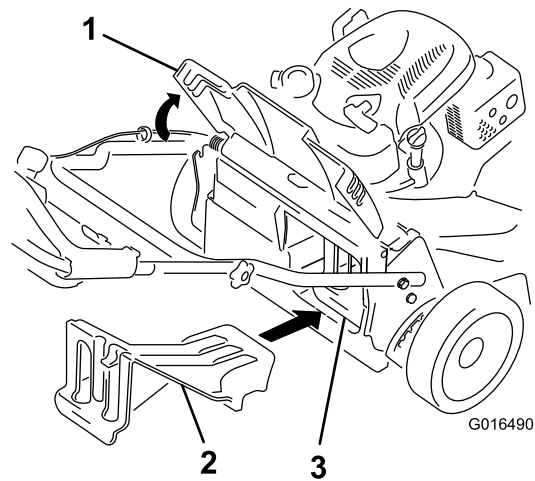

Figura 25
- Se o tampão de descarga traseira não estiver instalado, agarre-o pela pega, elevando a porta traseira e insira-o na calha de descarga traseira até que encaixe no sítio; consulte Figura 25.
Importante: Certifique-se de que o bujão de descarga traseiro está no lugar antes de reciclar as aparas de relva (Figura 25).